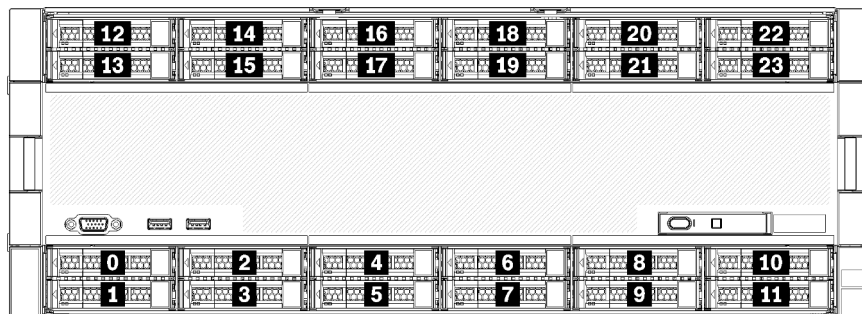

Figure 7. Emplacements des baies d'unité
- Les deux unités supérieures prennent en charge les interfaces SAS, SATA ou NVMe (Lenovo, AnyBay). Le serveur peut prendre en charge jusqu'à 12 unités NVMe, selon la configuration du serveur. Les baies d'unité NVMe compatibles sont les baies paires, comme illustré dans Figure 7 « Emplacements des baies d'unité » à la page 22.